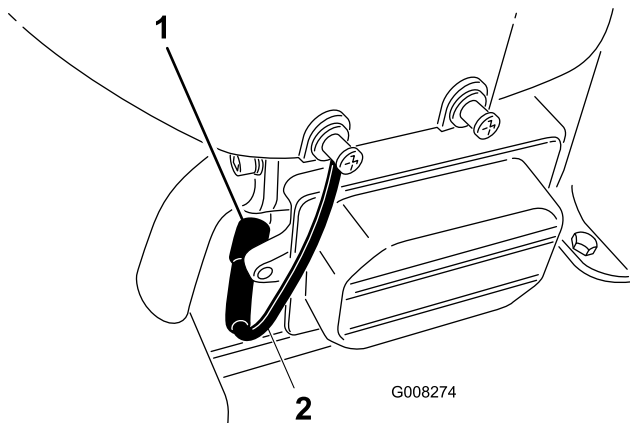

Figura 24
6. Scollegate il cappellotto dalla candela (Figura 24).
8. Togliete la candela e la rondella metallica (Figura 24).
3. Collegate il cappellotto alla candela (Figura 24).